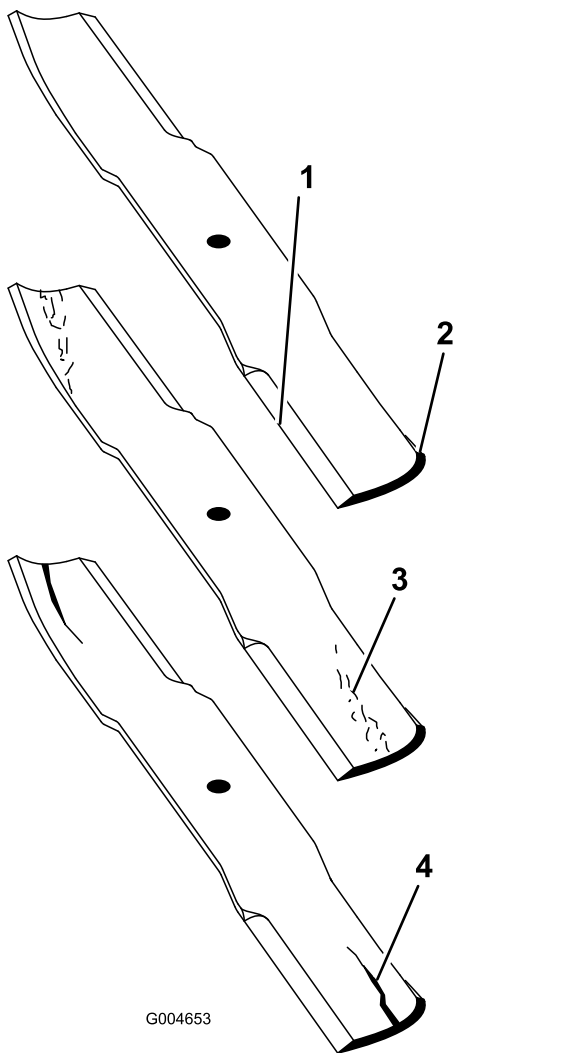

Bild 125
2. Prüfen Sie die Schnittkanten des Messers sorgfältig, insbesondere dort, wo die geraden Flächen die gebogenen berühren (Bild 125).
Hinweis: Da Sand und anderes reibendes Material das Metall abschleifen kann, das die flachen mit den gebogenen Teilen verbindet, müssen Sie das Messer vor jedem Einsatz des Rasenmähers prüfen. Wenn Sie Abnutzungen (Bild 125) feststellen, sollten Sie das Messer auswechseln.